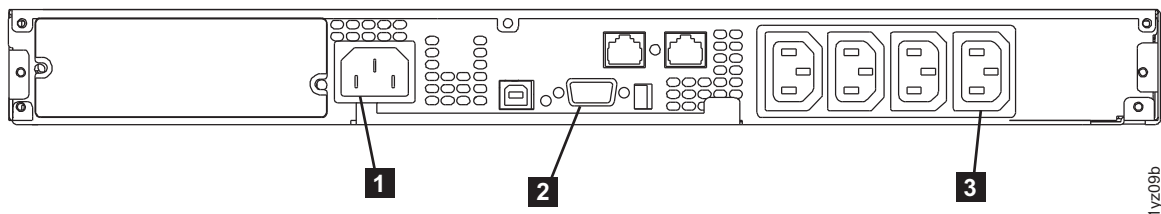

图 230. 2145 UPS-1U (后视图)
9. 在 2145 UPS-1U 的后部，将 SAN Volume Controller 电源线连接到负载段 2 插座（第 282 页的图 230 中的 **3**）。如果适用，请安装电源线固定支架（如图 229 中所示）。
10. 将 SAN Volume Controller 信号电缆重新连接到通信端口（第 282 页的图 230 中的 **2**）。
11. 将 2145 UPS-1U 主电源线从配电单元或从冗余交流电源开关重新连接到输入连接器（第 282 页的图 230 中的 **1**）。
2145 UPS-1U 现处于待机方式，并且 SAN Volume Controller 处于脱机状态。图 230 中显示的所有指示灯都已熄灭。